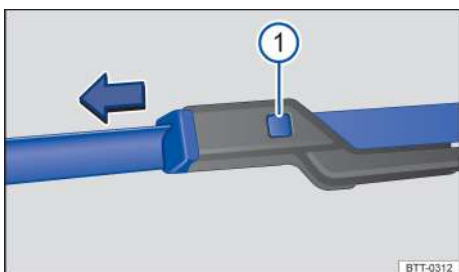

Рисунок 102. Замена щетки переднего стеклоочистителя
- Нажмите и удерживайте кнопку разблокировки →Рисунок 102 ⓘ и одновременно вытяните щетку стеклоочистителя в направлении стрелки.